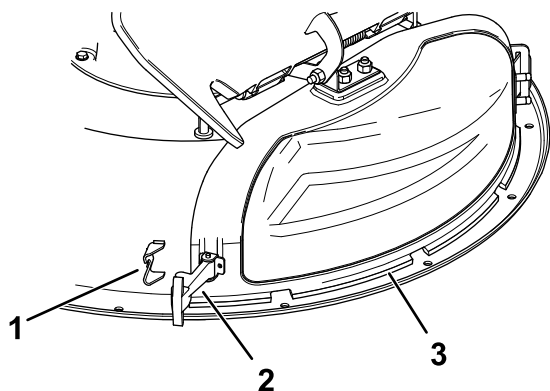

Figura 12
3. Liberare il dispositivo di chiusura flessibile dal relativo fermo sul coperchio dello scarico e aprite il coperchio dello scarico verso destra (Figura 12).
6. Fissate il coperchio dello scarico al piatto di taglio agganciando il dispositivo di chiusura flessibile, presente sul coperchio dello scarico, all'apposito fermo sul piatto (Figura 12).